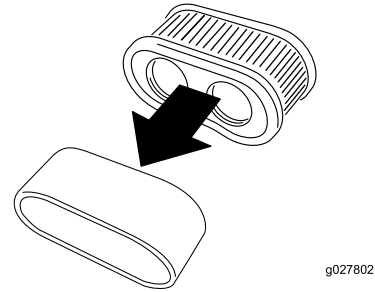

Figure 28
5. Sortez l'élément en mousse de l'élément en papier (Figure 28).